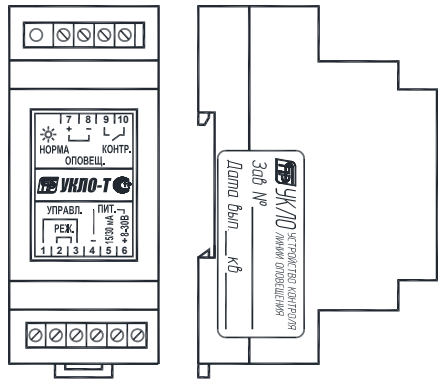

Рис.1. Внешний вид устройств и расположение клемм
4.1 Внешний вид устройства приведен на рис.1.